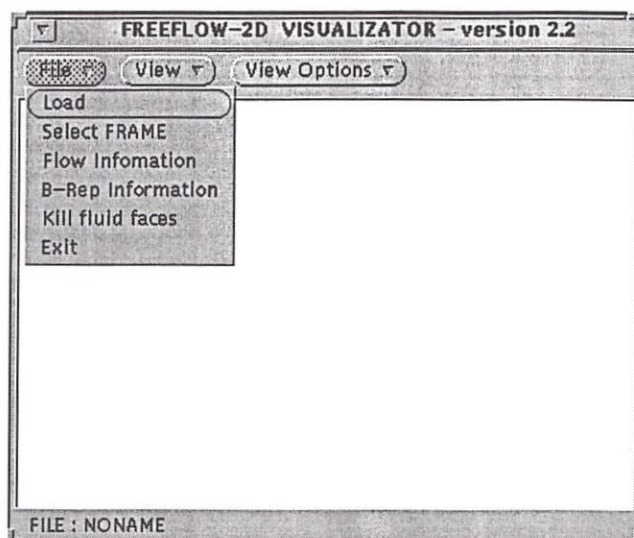

Figura 3.2: Opções do *File*
- *File*: O botão *File* possui seis opções, como mostra a figura 3.2.